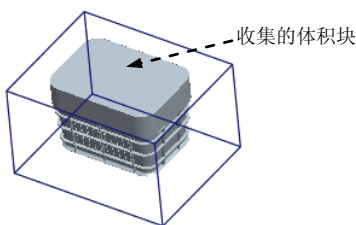

图 16.9 收集第一个体积块
⑤ 在菜单栏中单击 Done (完成) → Done/Return (完成/返回) → Done (完成) 命令, 完成收集体积块的创建, 结果如图 16.9 所示。